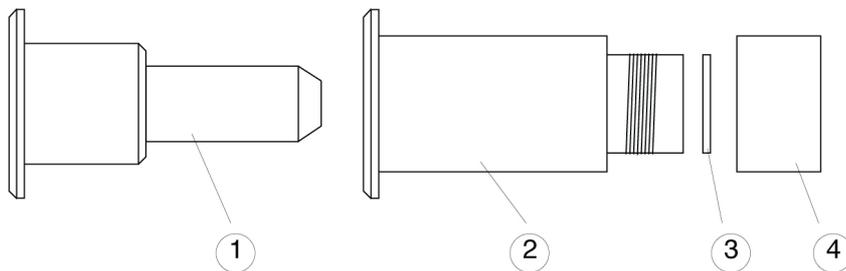

Abb. 5.4: Fasertestadapter
- Der zum Lichtleitsystem passende Adapter (vgl. Abb. 5.4) ist in die Fasertesteinrichtung links neben der SMA-plus-Buchse einzusetzen (vgl. Abb. 5.1, Einführungsöffnung Fasertest). Das Schutzglas im Adapter muss frei von Verschmutzungen, Einbränden und Beschädigungen sein.